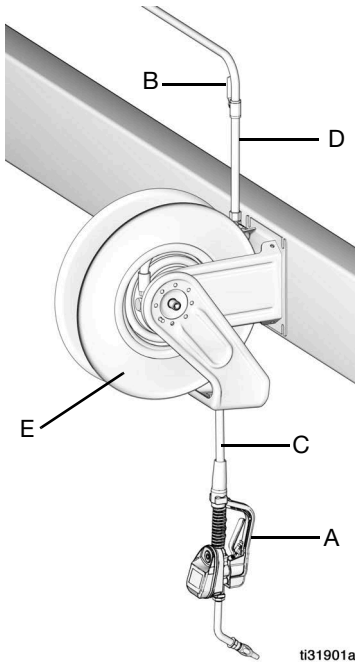

Рис. 6
Схема установки, изображенная на Рис. 6 представлена исключительно в качестве справочной информации. Они не являются проектом реальной системы. За помощью по проектированию системы, отвечающей вашим потребностям, обращайтесь к дистрибьютору компании Graco.
2. Закройте отсечной клапан (В, см. Рис. 6, стр. 9).
1. Закройте отсечной клапан для материала (В, см. Рис. 6, стр. 9) в каждой точке подачи материала.